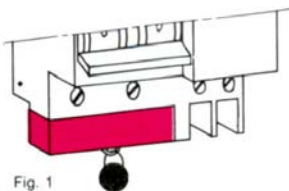

Fig. 1
- monter le cache-bornes pour C32, C63, SC40 et XC40 (fig. 1) ou le cache-vis pour NC100 (fig. 2) dont le plombage assure l'inviolabilité de l'association.